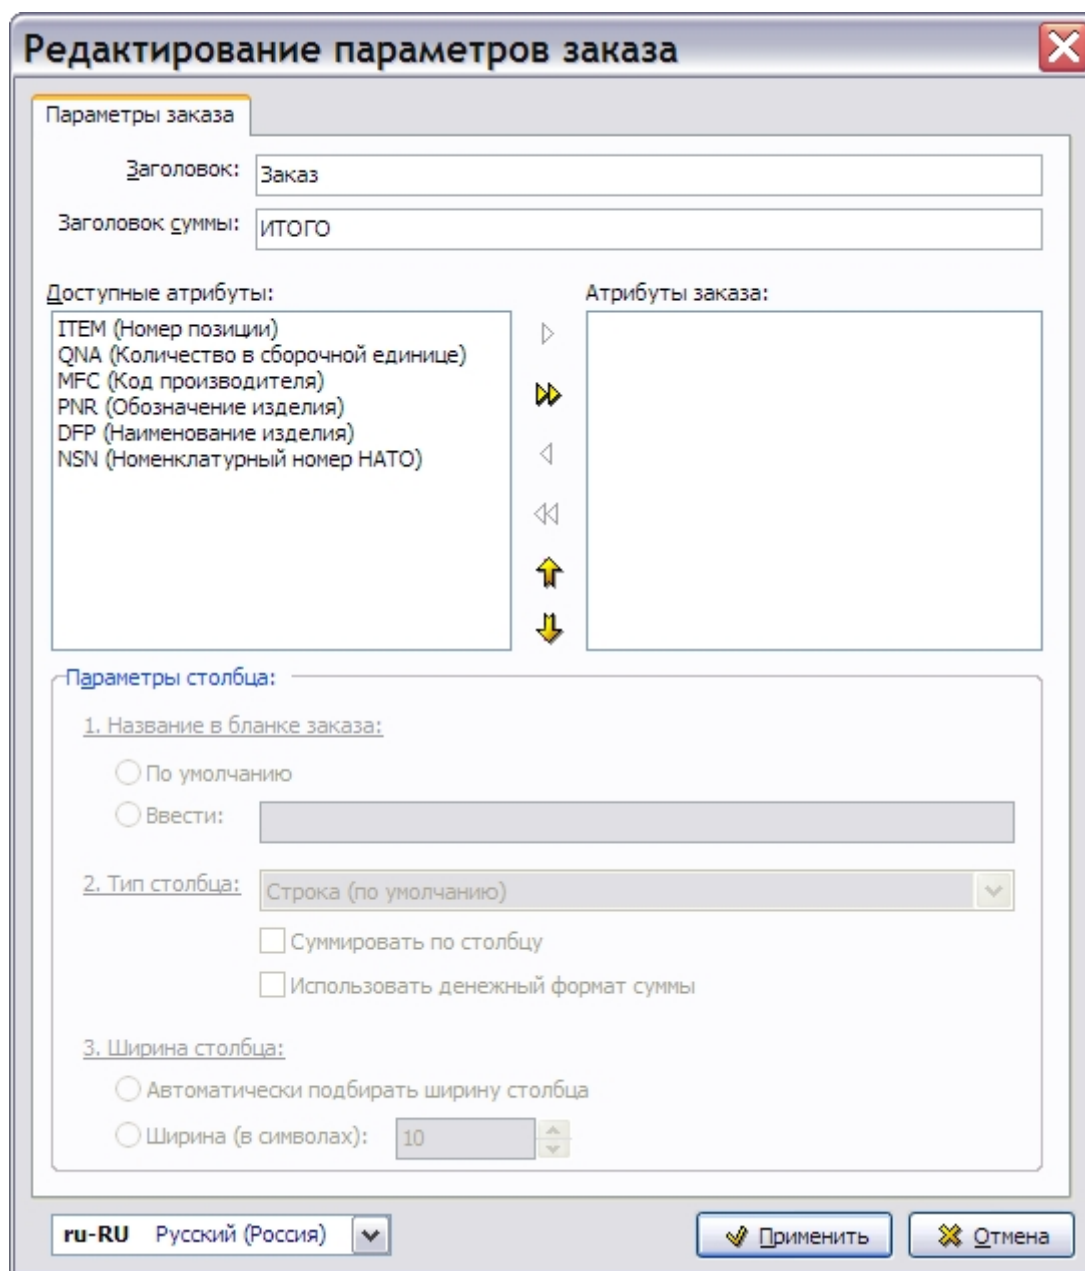

Рис. 3.33
1. На панели инструментов верхнего левого окна нажмите на кнопку  **Параметры заказа**. После этого появится диалоговое окно **Редактирование параметров заказа** (Рис. 3.33).
2. Для указания языка выберите название языка в выпадающем списке поля, расположенного в левом нижнем углу окна **Редактирование параметров заказа** (Рис. 3.33).